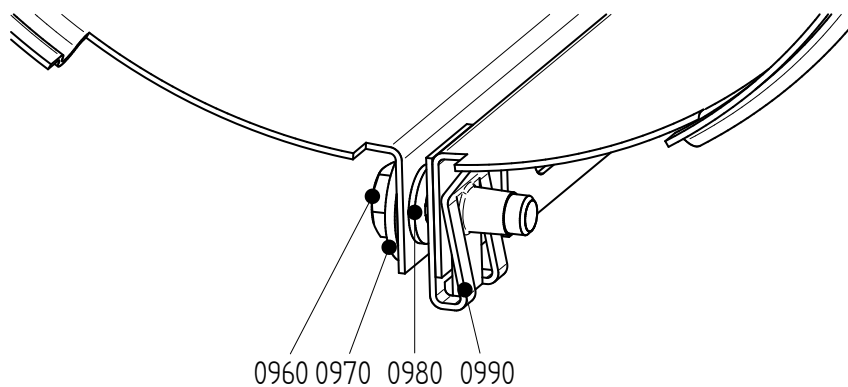

Figura 9: Instalação da cobertura.
- 1 Solte os parafusos (0960). Consulte a figura 9.
- 3 Feche a cobertura e coloque o parafuso (0960). Consulte a figura 9.
- 5 Feche a cobertura e coloque o parafuso (0960). Consulte a figura 9.